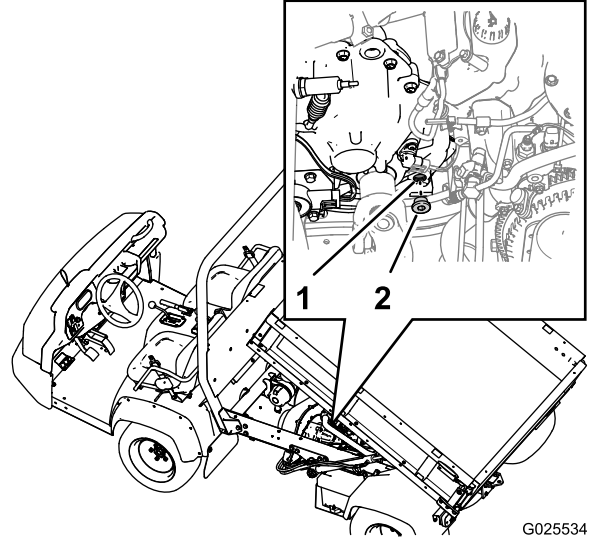

图57
1. 找到变速箱背面底内侧区域的加油塞图57。
3. 逆时针旋转加油塞并从变速箱加油口中拔出加油塞图57。
4. 如果变速箱油位过低请通过加油口向变速箱加入指定类型的变速箱油直至油位与加油口中螺纹的底部齐平图57。
6. 将加油塞安装到变速箱内并用手紧固图57。